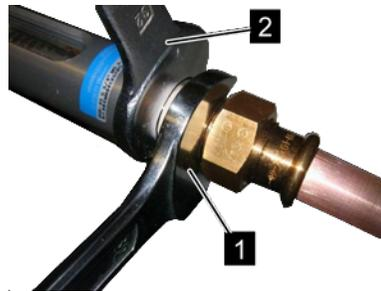

Abb. 11: Gerät einschrauben
- #### 2. Mit passenden Maulschlüssel (Abb. 11/1) die Übergangverschraubung der Rohrleitung eindrehen. Dabei die Geräteverschraubung mit einem passenden Maulschlüssel (Abb. 11/2) gegenhalten